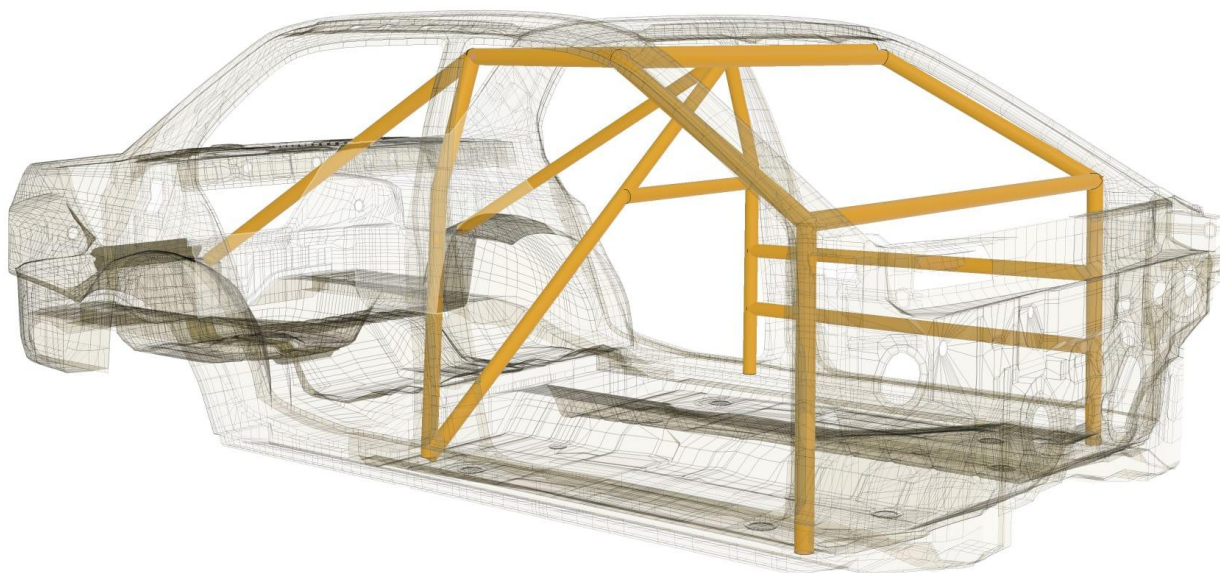
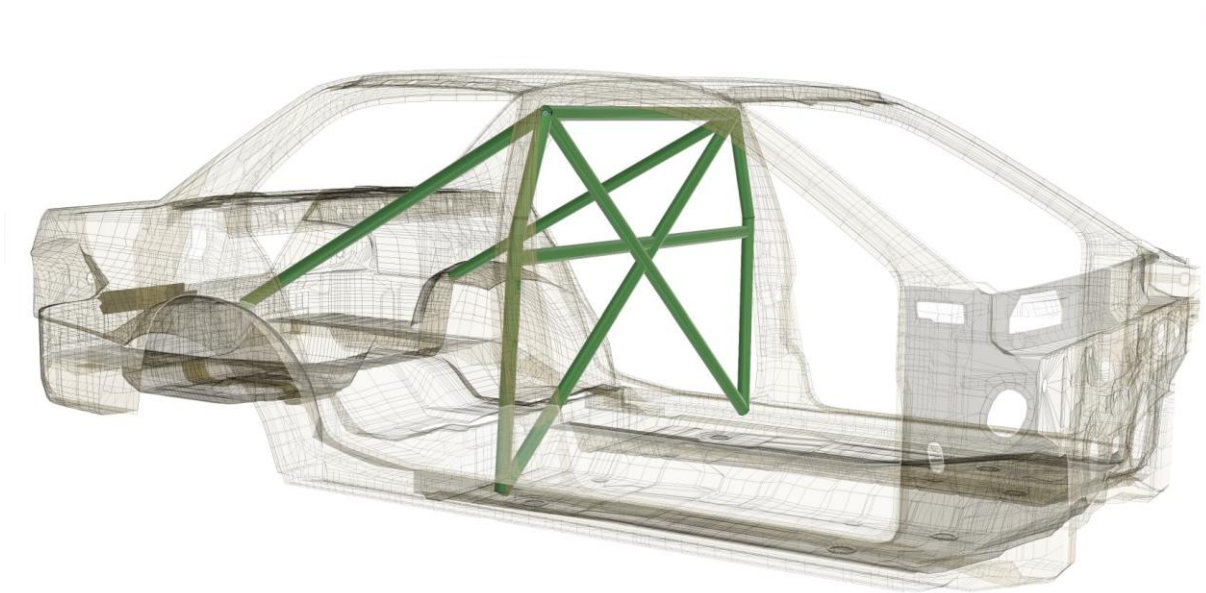

Abbildung 2: Überrollkäfig verstärkte Klasse
Abbildung 5: X-Bügel mit Querstange Taxi
In der verstärkten Klasse gelten die Anforderungen der leichtverstärkten Klasse. Zusätzlich ist aber die Kombination aus Rohr und Stahlplatte als Flankenschutz erforderlich. Fahrzeuge, die bereits einen Käfig gemäß Abbildung 2 aufweisen, können auf das zusätzliche Rohr im Flankenschutz verzichten.
1. Ein Quer-Rohr oder Überrollbügel reicht nicht aus. Es ist mindestens ein Überrollbügel mit X-Diagonal-Rohre und einem Quer-Rohr gemäß Abbildung 5 oder einem Überrollkäfig gemäß Abbildung 2 vorgeschrieben. Die Materialstärken sind aus den Kapiteln Überrollbügel/Überrollkäfig zu entnehmen.